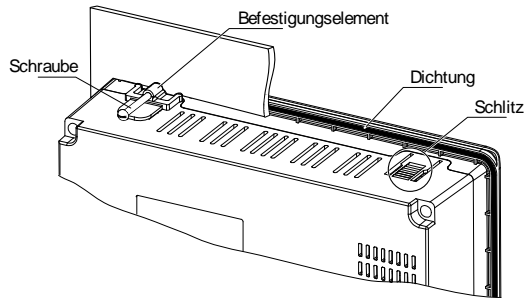

Abb. 3
- Prüfen Sie, ob an dem Gerät die Montagedichtung vorhanden ist (siehe Abb. 3).